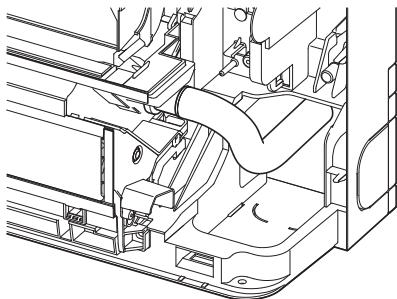

Fig. 5-4
- Inserire il tubo di scarico completamente sulla base della coppa di scarico. (Fig. 5-4) Accertarsi che il tubo di scarico sia posto saldamente sulla proiezione nel foro nella coppa di scarico.